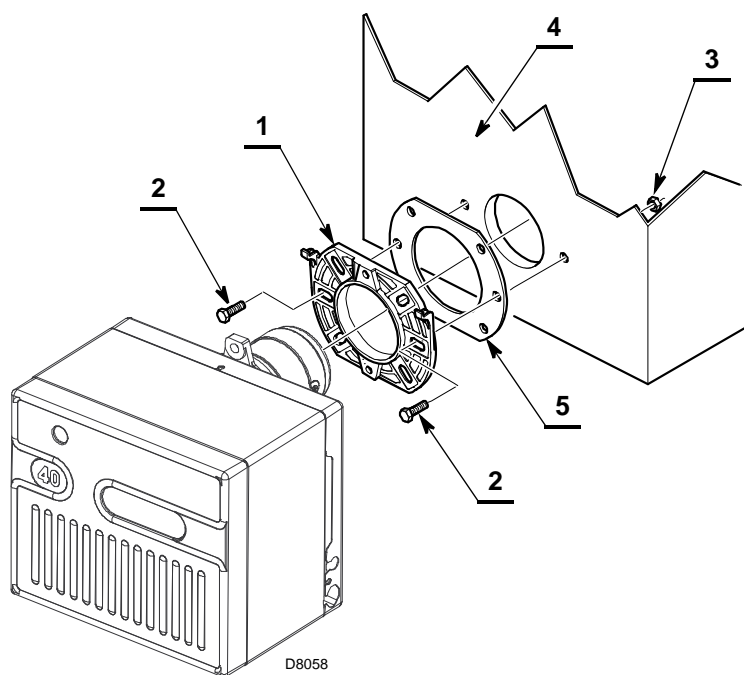

Fig. 9
- Il est nécessaire que le joint isolant 5)(Fig. 9) soit placé entre la porte de la chaudière et la bride du brûleur.